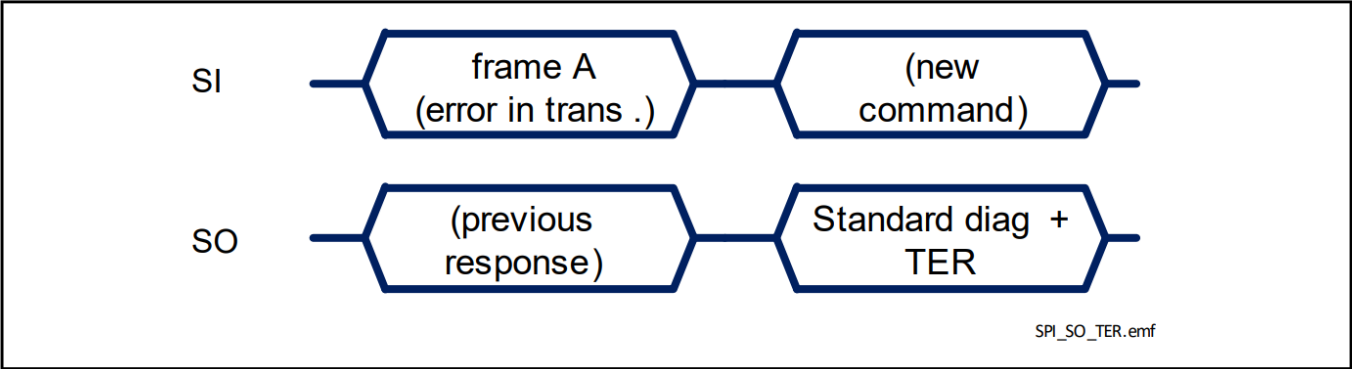

图 35 TLD5501-2QV出错传输后的响应
- 如果在前一帧中发生错误（例如，时钟脉冲不是8的倍数，且最小值为16位），如图35所示